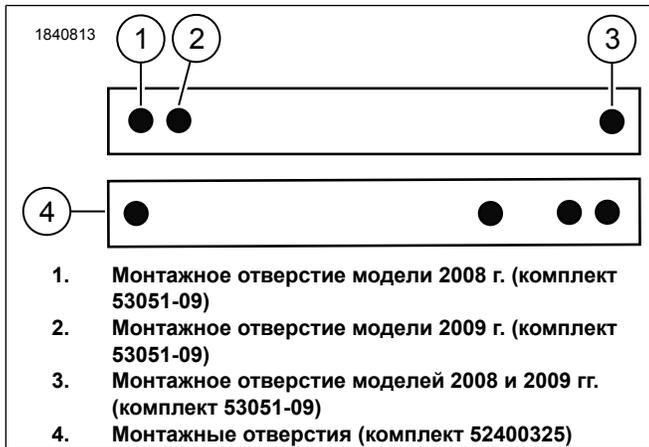

Рисунок 6. Ремешок пассажирского сиденья
1. См. рис. 6. Установите ремешок пассажирского сиденья (2) на шпильки.
- a. Закрепите ремешок пассажирского сиденья на шпильках (F) при помощи гаек (E). Затяните.
- a. См. рис. 6. Используйте монтажные отверстия для ремешка пассажирского сиденья.